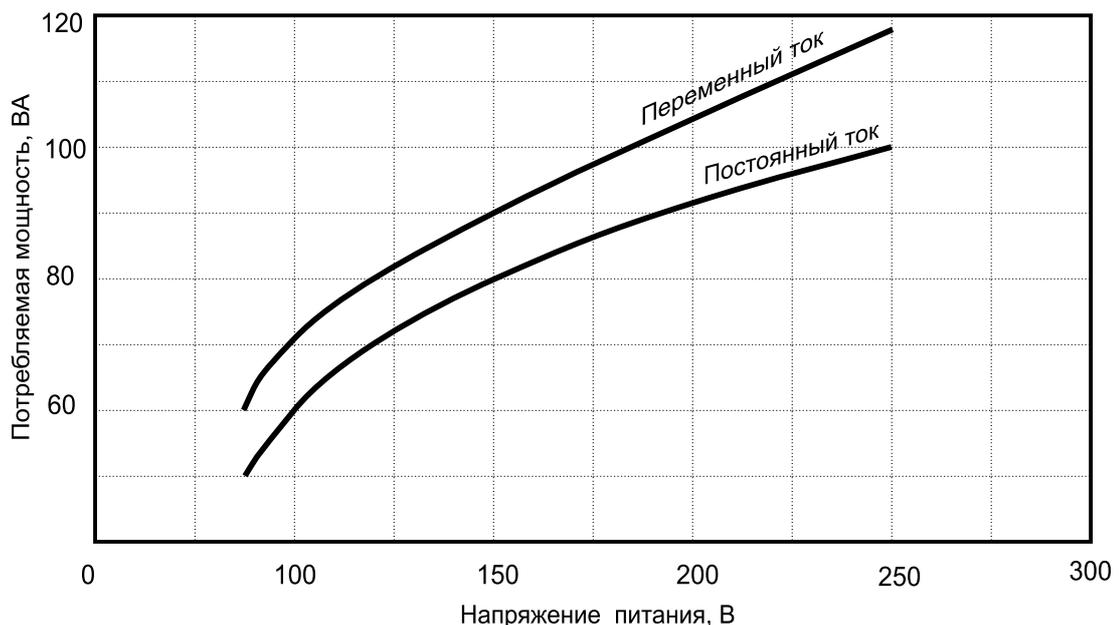

Рисунок 2. Зависимость максимальной потребляемой БП мощности (в режиме установления выходного напряжения) от напряжения питания
1.2.4 Мощность, потребляемая БП по цепи питания (см. рис.2): а) в режиме установления выходного напряжения, ВА, не более б) в установившемся режиме, ВА, не более	120 35